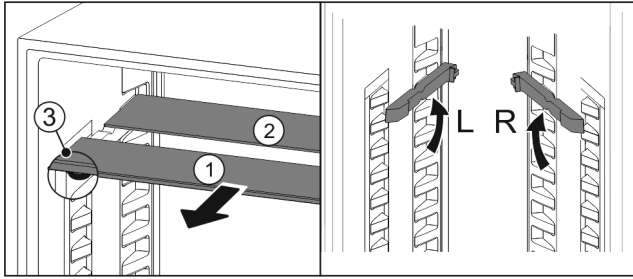

Fig. 52
- estrarre i ripiani di vetro singolarmente tirando in avanti Fig. 52 (1).
- ▷ Il piano in vetro Fig. 52 (1) con il motivo ornamentale è nella parte anteriore.
- ▷ I fermi Fig. 52 (3) sono rivolti verso il basso.